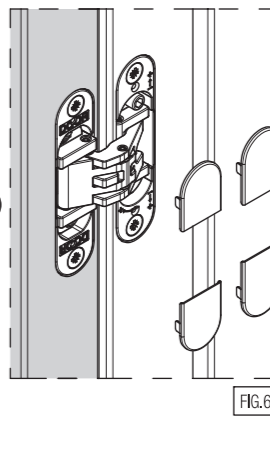

FIG.6
- *Applicare le mostrine (fig.6). Attenzione: le 2 mostrine più piccole vanno sul lato "DOOR".
- *Anbringung der vorderen Abdeckungen (siehe Abb.6). Achtung: Die 2 kleineren Abdeckplatten kommen auf die Seite "DOOR".
- *Application of the frontal coverings (fig.6). NB: the 2 smaller covers should go on the "DOOR" side.
- *Insérer les caches de finition (fig.6). Attention : les 2 covers les plus petits doivent être mis du côté "DOOR".
- *Plaats de plastic covers op het scharnier (fig.6). Pas op: de 2 kleinere afdekplaatjes komen op de zijde "DOOR".
- *Установить накладки (рис.6). Внимание: 2 декор.копачка меньшего размера на стороне двери.
- *Montaż nakładek (rys.6). UWAGA: Dwie mniejsze nakładki są przeznaczone na część skrzydłową zawiasu.